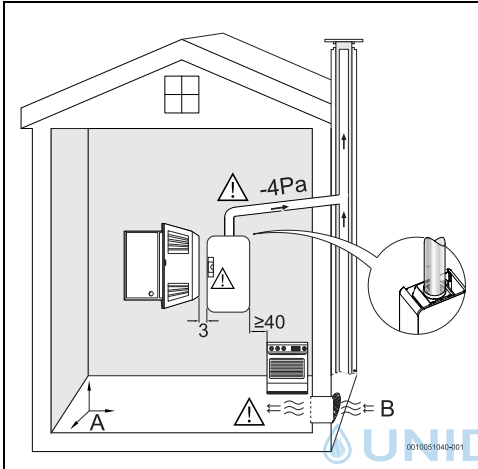

Bild 10 Mindestanforderungen
- Die in Bild 10 angegebenen Mindestabstände einhalten.
- Stellen Sie das Gerät nicht in Räumen auf, deren Volumen geringer ist als in der Abb. 10 angegeben (Das Volumen der Möbel muss nur dann berücksichtigt werden, wenn es 2m³ überschreitet).
- ▶ Freien Zugang für Wartungsarbeiten sicherstellen und hierfür die in Abbildung 10 angegebenen Mindestanforderungen einhalten.